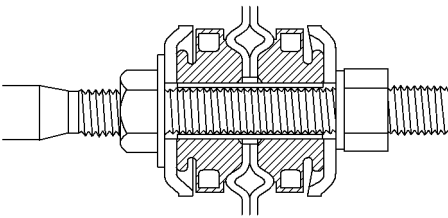

图 14-90 将护圈、弹簧垫和套筒装到支承杆上
- 1) 如图 14-90 所示，将护圈、弹簧垫和套筒装到支承杆上，再将支承杆装到支承杆托架上，安装弹簧垫、护圈、垫圈和螺母，并临时旋紧螺母。